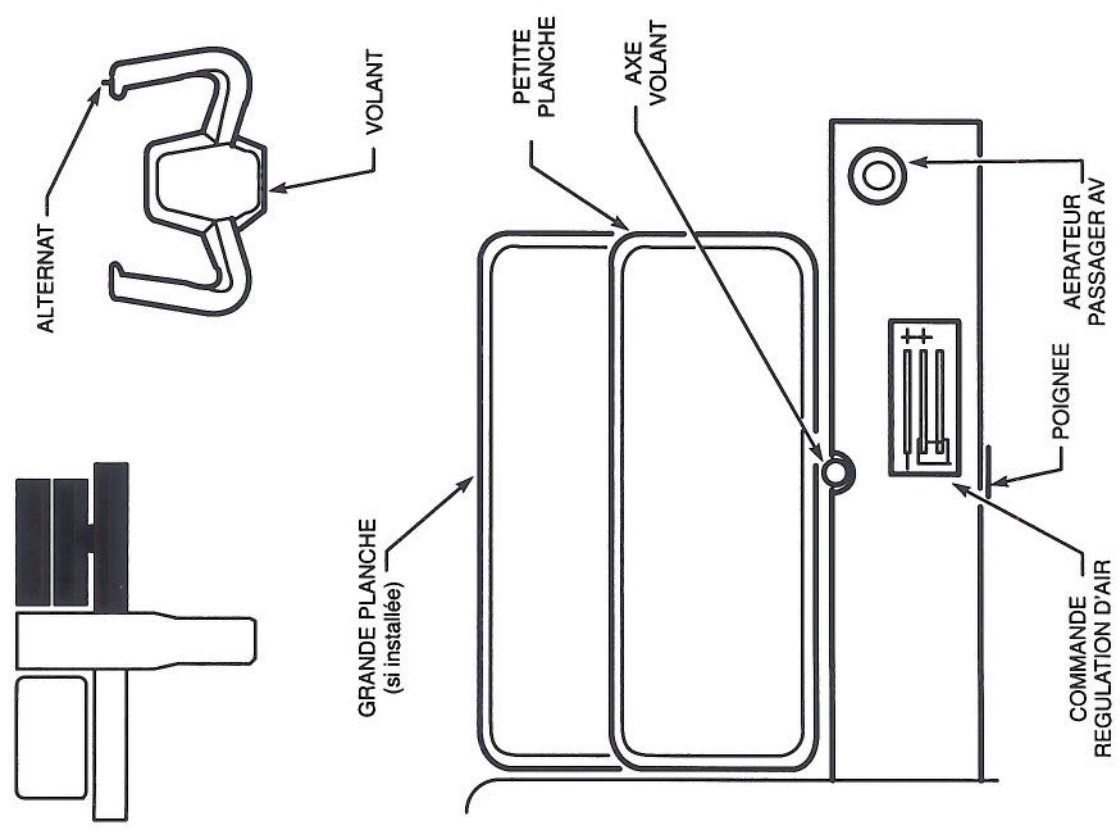

Figure 7.3 – EXEMPLE DE PLANCHE DE BORD ET BANDEAU DROIT
■ **La planche de bord droite** (voir Figure 7.3) comprend le tachymètre ou tachymètre-horomètre, le manomètre pression d'admission et des emplacements pour des équipements complémentaires [2ème altimètre, indicateur VOR/LOC, température extérieure, température culasse, température gaz échappement, l'interrupteur de la balise de détresse (suivant modèle balise), etc...].
■ **Le bandeau droit** (voir Figure 7.3) comprend un emplacement pour équipement radio ou autre, la commande régulation d'air, l'aérateur droit.